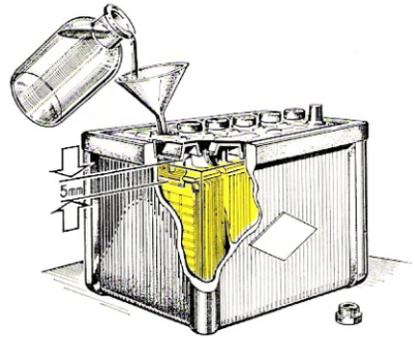

Bild 43
- Im Winter alle 4 Wochen, im Sommer alle 2 Wochen den Säurestand der Batterie kontrollieren, etwa 5 mm über den Platten (Bild 43).